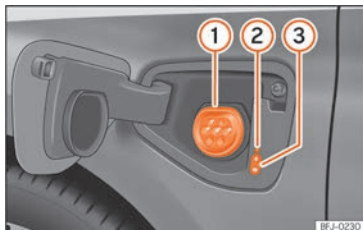

Fig. 227 Por trás da tampa de carregamento da bateria na parte dianteira esquerda: Tomada de carregamento
» » Fig. 227
- Com o veículo destrancado, ao pressionar a tampa de carregamento da bateria esta abre-se » » Fig. 227.